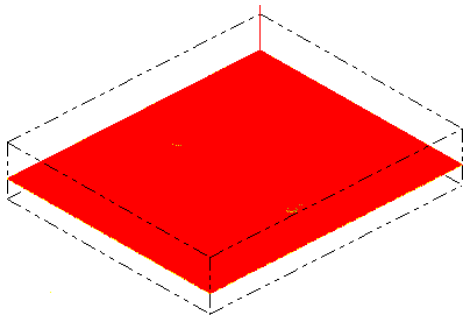

图 10-183 曲面平行铣削精加工刀具路径
⑦ 设置完加工参数后，单击“曲面精加工平行铣削”对话框中的“确定”按钮，系统自动生成曲面平行铣削精加工刀具路径，如图 10-183 所示。